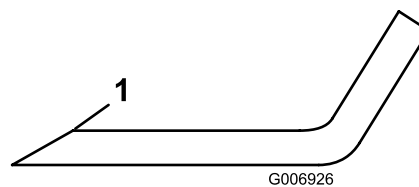

图 16
3. 检查所有刀片的刀刃。如果刀片变钝或出现豁口请磨快刀刃。仅打磨刀刃的边缘保持最初的切割角度保证锋利度 (图 16)。如果从两片刀刃上磨掉相同量的金属刀片会保持平衡。